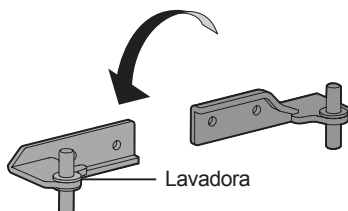

Figura 18
33. Quite la arandela de la bisagra central y voltee la 180°. Coloque la arandela en el pasador superior de la bisagra central (Ver Figura 18).